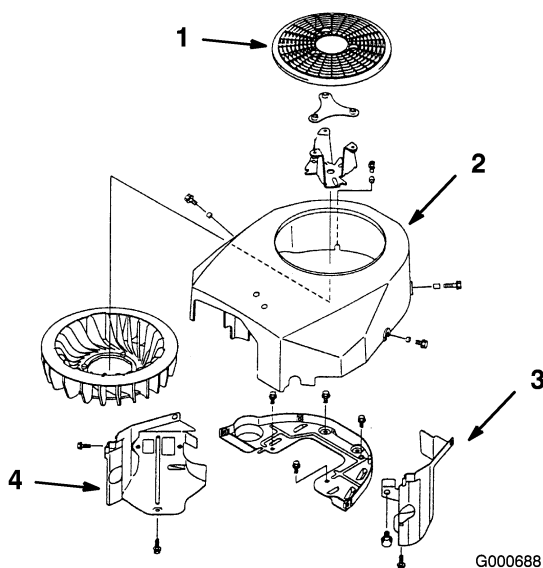

Figura 50
2. Togliete la griglia della presa d'aria, il coperchio dei cilindri e la sede della ventola (Figura 50).